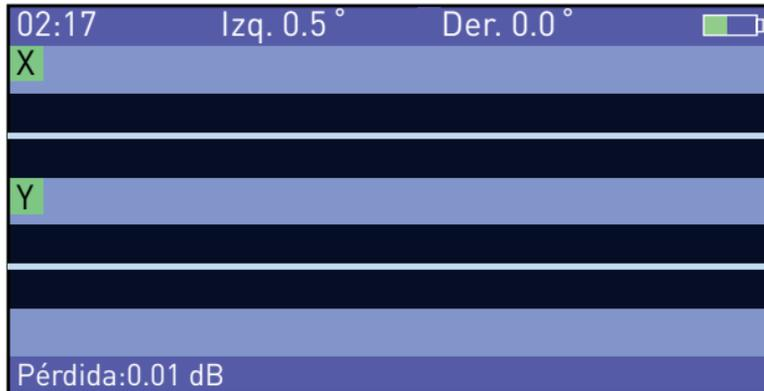

Figura 7-5 Pérdida estimada
- E. Presione la tecla  , para que la empalmadora termine el empalme de la fibra y estime la pérdida de empalme como se muestra en la figura 7-5 y 7-6.